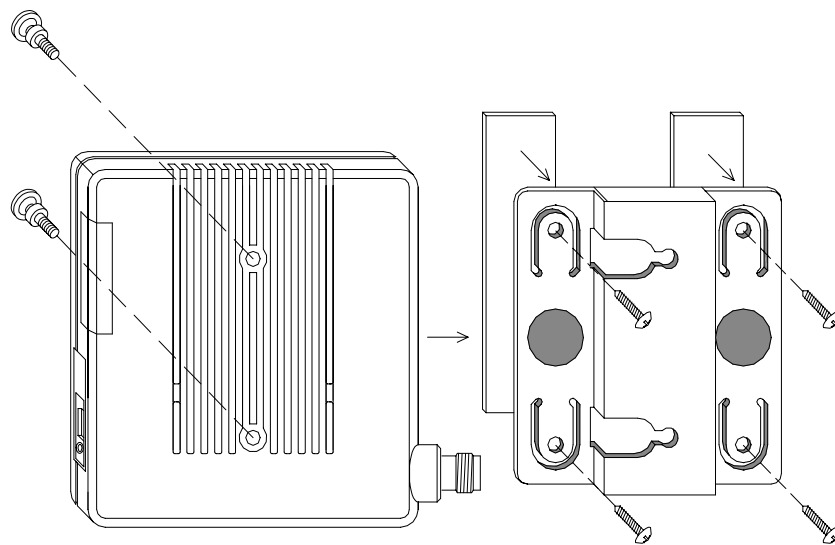

Рис. 2. Установка крепежной скобы.
1. В предполагаемом месте установки зафиксируйте («саморезами» либо клейкой лентой) крепежную скобу так, чтобы обеспечивался свободный ход усилителя, необходимый для его оперативной установки и снятия (Рис. 2)*.